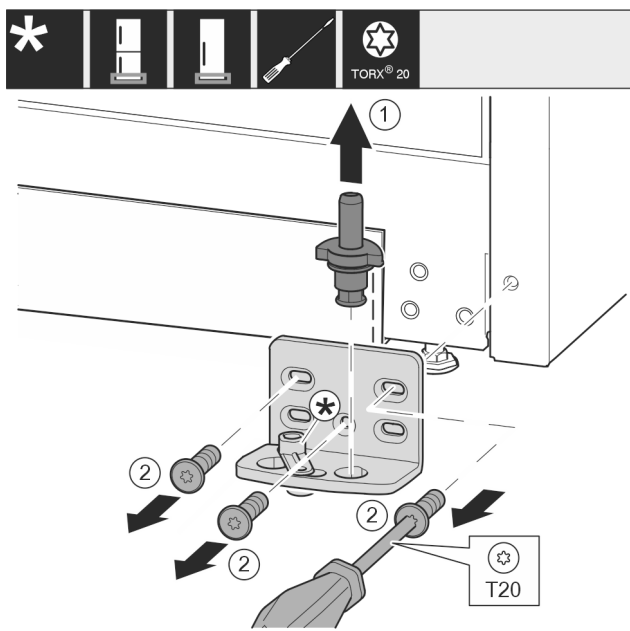

Fig. 13
- Izvucite svornjak ležaja Fig. 13 (1) potpuno prema gore.
- Odvijačem odvrtite vijke Fig. 13 (2) i skinite podložak ležaja.